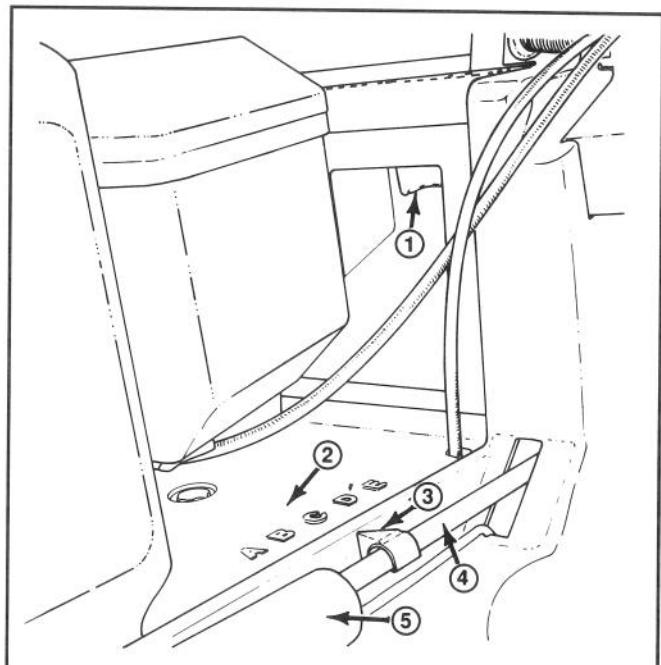

Abbildung 14
2. Den Hebel für die Schnitthöhen-Einstellung mit einem oder zwei Fingern drücken (Abb. 14).